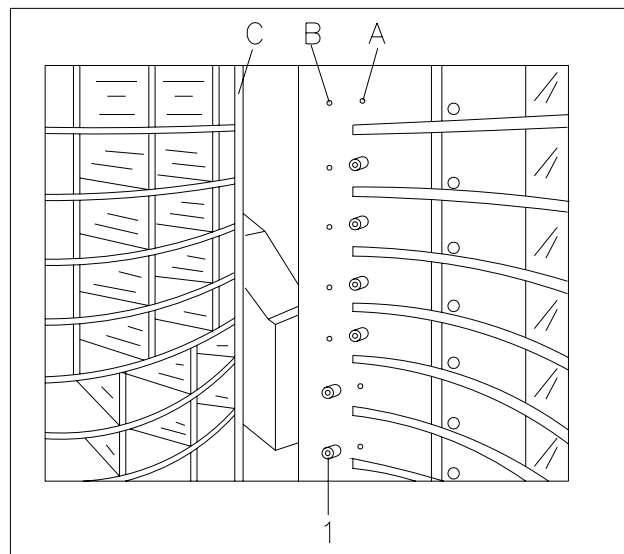

FIG. 11
Las bandejas de selección incluidas en el distribuidor tienen los compartimentos regulados previamente como se muestra en la FIG. 9. Se puede variar el número de los compartimentos quitando o agregando los tabiques divisores. El número de los espacios por plano puede ser: 6, 12, 18. Cuando se varía el número de los espacios, es necesario variar también la posición del tope de la ventanilla ref. 1 FIG. 11 correspondiente al compartimento modificado, de manera tal que el tamaño de la apertura de la puerta corresponda a la medida de los compartimentos modificados.
- a) Atornillar el tope pos. 1 FIG. 11 en el orificio -A- para compartimientos con 18 espacios;
- b) Atornillar el tope pos. 1 FIG. 11 en el orificio -B- para compartimientos con 12 espacios;
- c) Quitar el tope pos. 1 FIG. 11 para que la ventanilla de retiro se tope con el montante -C-, para compartimientos con 6 espacios;